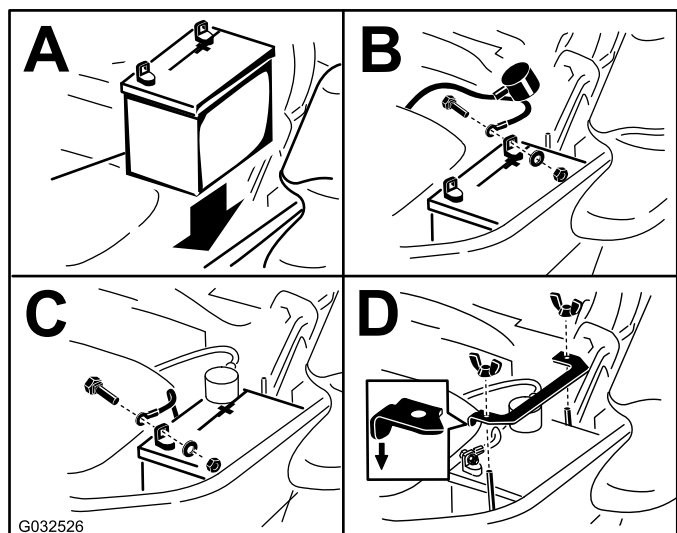

Рисунок 68
**Примечание:** Установите аккумулятор в лоток так, чтобы клеммные штыри были расположены на противоположной стороне относительно гидравлического бака (Рисунок 68).